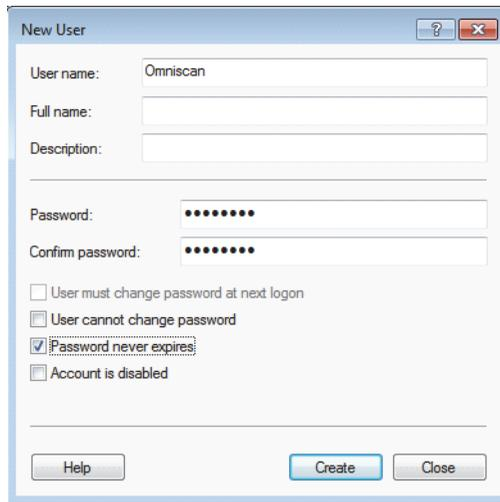

Figure 7-26 Boîte de dialogue New User (Windows 7)
5. Dans la zone **User name** (Nom d'utilisateur) de la boîte de dialogue **New User** (Nouvel utilisateur), entrez **OmniScan**, en respectant la casse (voir la Figure 7-26 à la page 238).